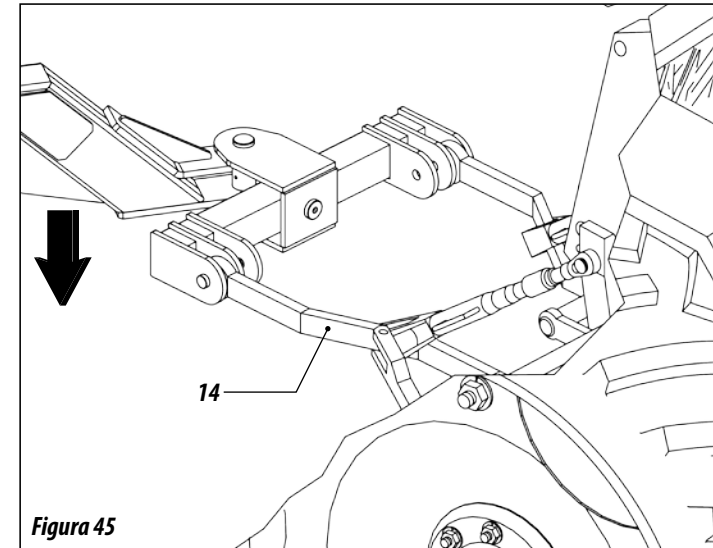

Figura 45
- 10 - Baje los brazos del hidráulico del tractor (14). FIGURA 45